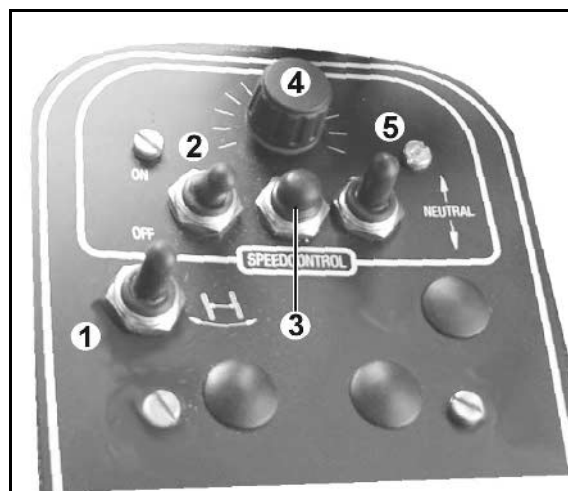
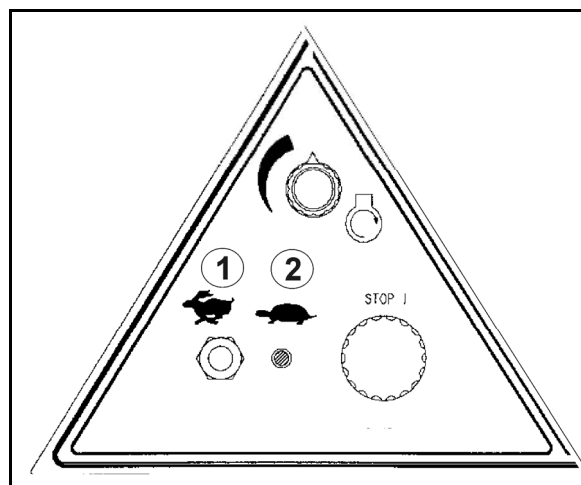

Fig. 32
Fig. 33
Du må kun aktivere vælgerkontakten (Fig. 32/5), når køretøjet står stille:
1. Sæt kontakten (Fig. 32/2) på ON
2. Drej drejeknappen (Fig. 32/4) imod venstre anslag.
4. Slå fartpiloten til med tasten (Fig. 32/3).
5. Indstil kørehastigheden med drejeknappen (Fig. 32/4).
→ Nu styres kørehastigheden igen via kørepedalen. Maks. hastighed er den hastighed, der er indstillet på drejeknappen (Fig. 32/4).
2. Slå fartpilot-funktionen til med tasten (Fig. 32/3).
Når køretøjet holder stille, skal du sætte kontakten (Fig. 32/2) på OFF.
- Den væsentligste forskel mellem kørsel i driftstilstanden vej (Fig. 33/1) og driftstilstanden mark (Fig. 33/2) består i, at man i driftstilstanden mark manuelt kan regulere kørehastigheden via drejeknappen (Fig. 32/4).